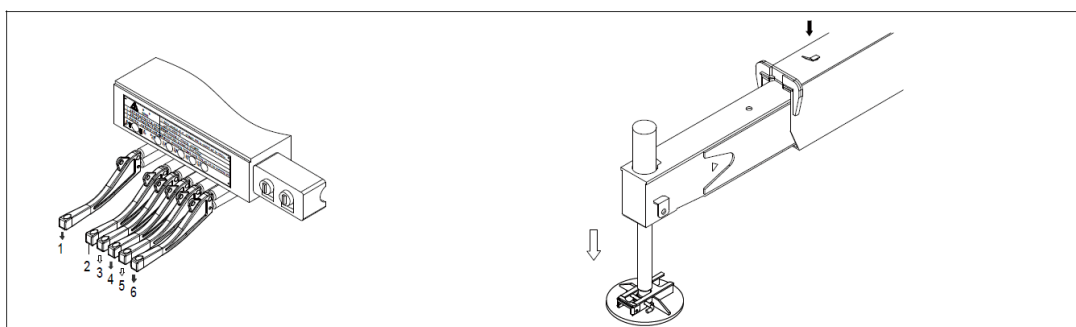

Figura 4-58 Estender cilindro vertical
- 4) Vá para o outro lado do guindaste para estender os cilindros verticais no outro lado. Consulte a figura 4-58